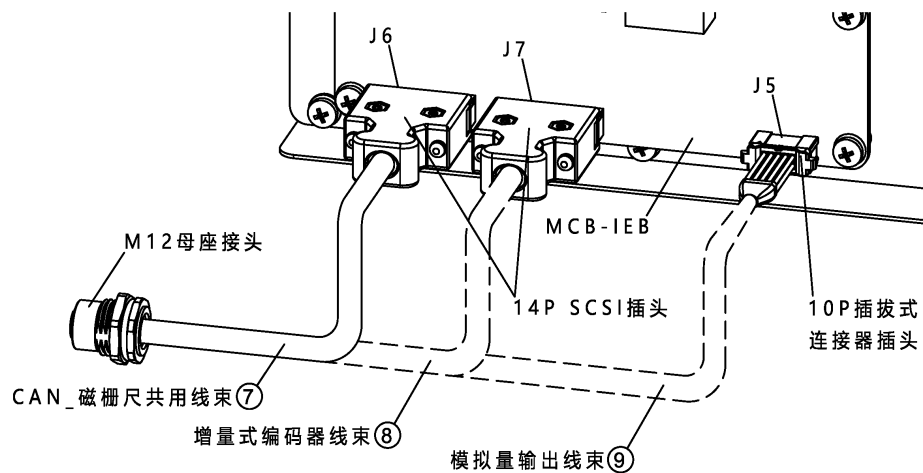

图 21-42 多功能通讯模块连接示意图
步骤5. 如图 21-42 所示, 根据实际需求, 将 ⑦ CAN\_磁栅尺公用线束或 ⑧ 增量式编码器线束或 ⑨ 模拟量输出线束三者其一接在 ③ MCB-IEB 上的对应接口上 ( ⑦ CAN\_磁栅尺公用线束接 J6 接口, ⑧ 增量式编码器线束接 J7 接口, ⑨ 模拟量输出线束接 J5 接口), 将另一端的 M12 母座接头安装在 ① M12 接头安装板上。